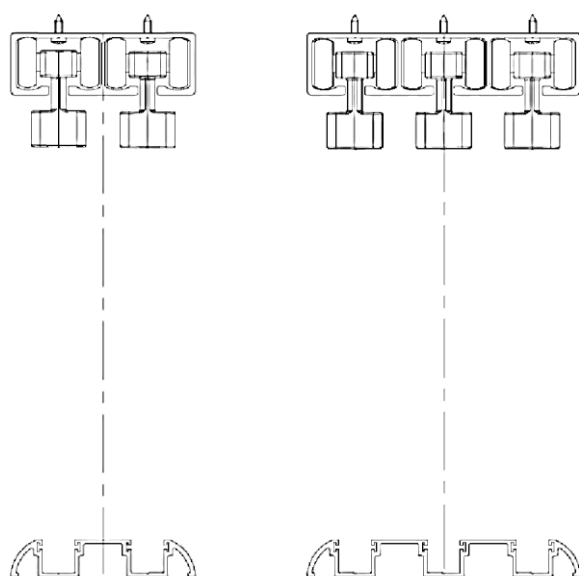

Fig. 4
4. Vérifier la mise à niveau du sol pour le rail inférieur. Placer le rail inférieur sur une surface stable, exactement dans l'axe du rail supérieur. L'espace entre les sols pour la fixation du rail inférieur et du rail supérieur doit être au max. 3200 mm (fig. 4).